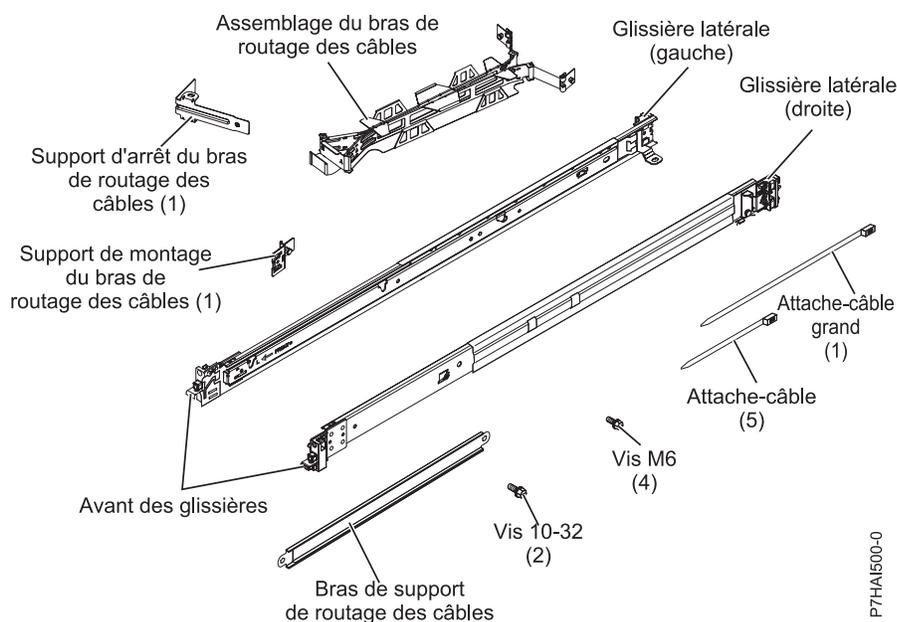

Figure 33. Inventaire des composants
3. Repérez le kit de montage en armoire (A) et les guides (B) fournis avec l'unité centrale, comme indiqué dans figure 33.